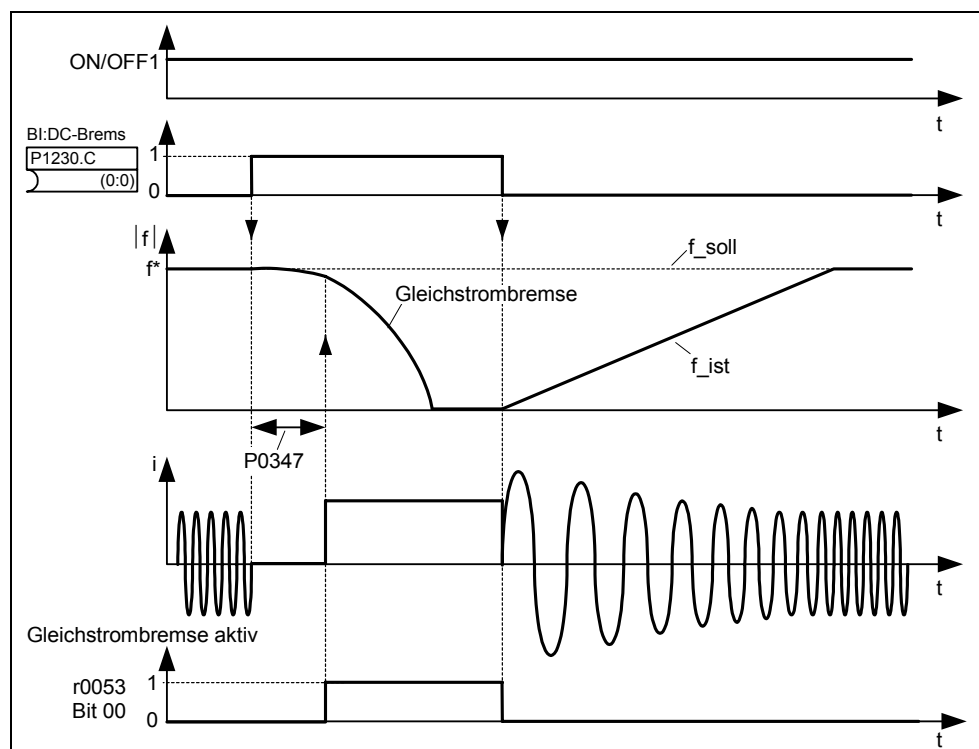

Bild 3-64 DC-Bremse nach externer Anwahl
1. Freigabe und Anwahl über BICO-Parameter P1230 (siehe Bild 3-64)